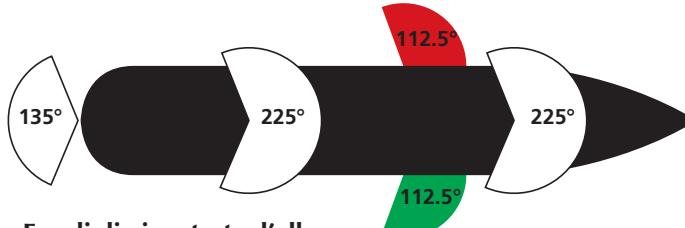

Figura 3.3 - **Fanali di via e testa d'albero**
- **Fanale di poppa** (o coronamento) È un fanale bianco situato a poppava con un settore di visibilità di 135° verso poppava (67°,5 per lato). L'insieme dei fanali laterali e del fanale di poppa si chiama anche **fanali di via** perché usati quando la nave ha abbrivio (*Figura 3.3*).